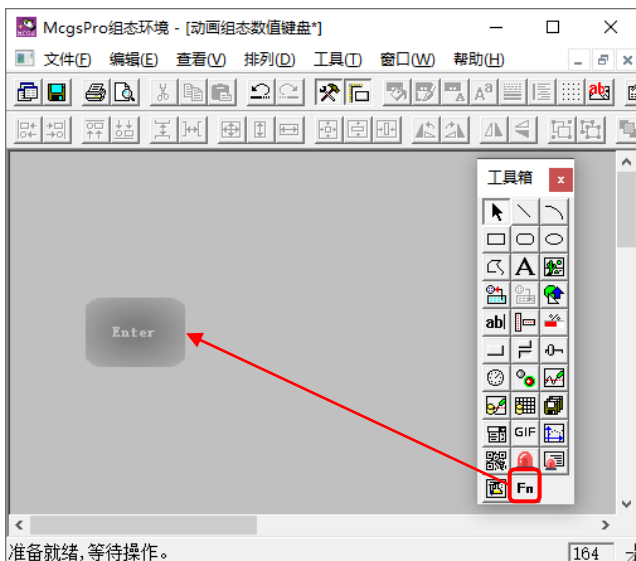

图 2.3-4 添加键盘按钮
- ② 双击进入新建的【数值键盘】窗口组态界面。如图 2.3-4 所示，从【工具箱】中添加一个【键盘按钮】构件：